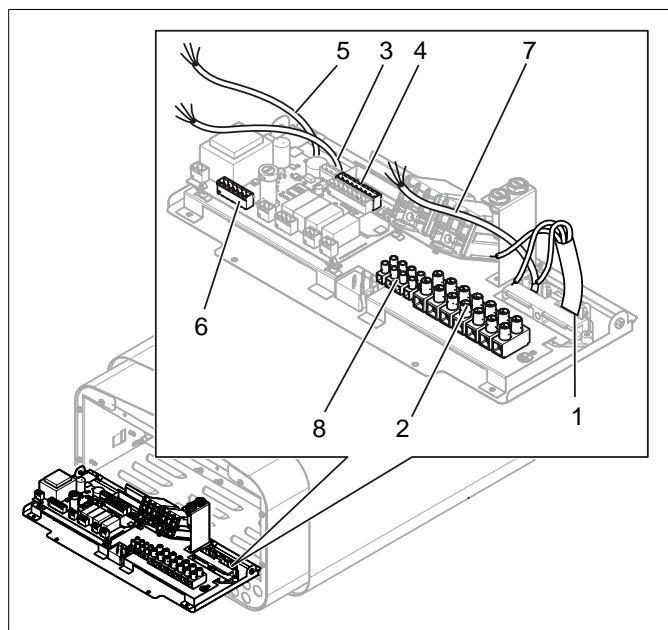
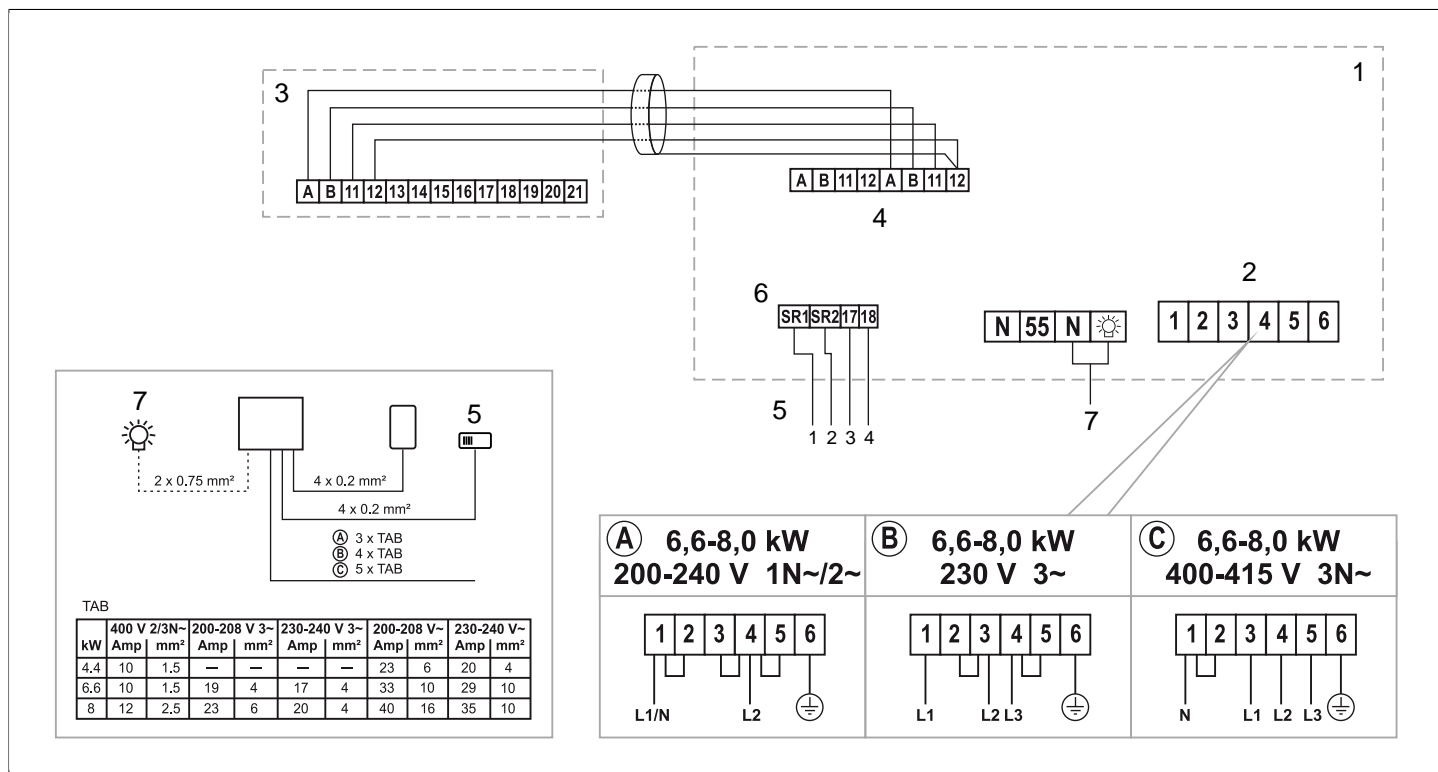

Fig 9: Kretskortet
Fig 22: Kopplingschema
Anslut elkabeln (1) i plint (2) (se **Fig 9**, sidan 5) enligt kopplingsschema (se Avsnittet **Anslutning/kopplingsschema**, sidan 9).
4. Anslut manöverpanelens kabel (3) i plint (4) (se **Fig 9**, sidan 5) enligt kopplingsschema (se Avsnittet **Anslutning/kopplingsschema**, sidan 9).
5. Anslut sensorns kabel (5) i plint (6) (se Avsnittet **Anslutning/kopplingsschema**, sidan 9) enligt kopplingsschema (se Avsnittet **Anslutning/kopplingsschema**, sidan 9).
6. Anslut eventuell kabel till belysning (7) se **Fig 9**, sidan 5 till plint (8) enligt kopplingsschema **Fig 22**, sidan 9.
Vid inkoppling till spänningar eller fas-tal, som inte anges i kopplingsschema **Fig 22**, sidan 9, kontakta Tylö kundservice.